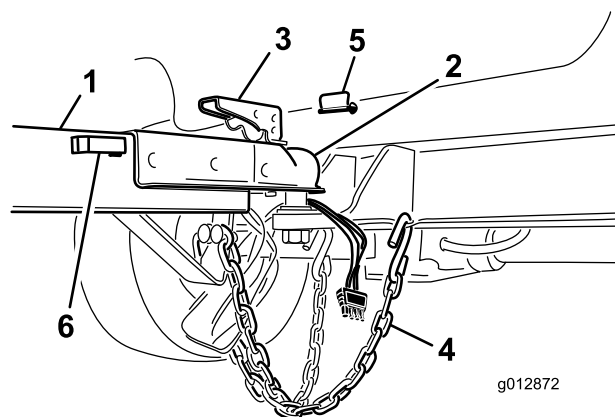

Рисунок 7
5. Расположите соединитель жгута проводов в держателе трубы сцепного устройства (Рисунок 7).
4. Установите стопорный штифт для фиксации рычага сцепки (Рисунок 7).
5. Расположите предохранительные цепи крест-накрест и прикрепите их к отверстиям на сцепном устройстве (Рисунок 7).
2. Поднимите рычаг сцепки на буксировочной штанге, одновременно опуская гнездо на шар сцепного устройства (Рисунок 7).